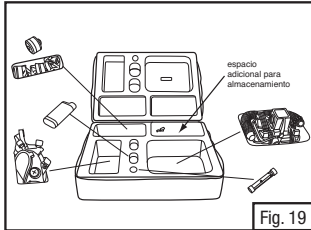
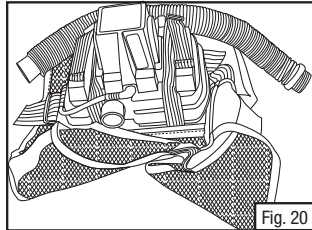

Fig. 19
Fig. 20
- Los ensambles PAPR de ajuste apretado (aprobados por NIOSH como CBRN) deben empacarse en la bolsa transportadora RBE-DFL como se ilustra a continuación (Fig. 19). El chaleco se puede doblar debajo de la unidad PAPR Turbo para que quepa en la bolsa RBE-DFL (Fig. 20). La bolsa está diseñada para ofrecer un almacenamiento seguro y también provee espacio para equipo adicional.